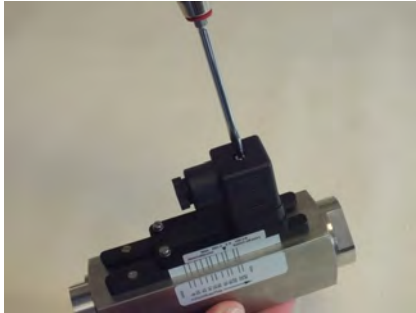

Abb. 22: Steckerdose lösen
1. ➤ Lösen Sie die Befestigungsschraube (Abb. 22) von der Steckerdose
9. ➤ Stecken Sie die Steckerdose auf den Gerätestecker. Ziehen Sie die Befestigungsschraube (Abb. 22/1) an